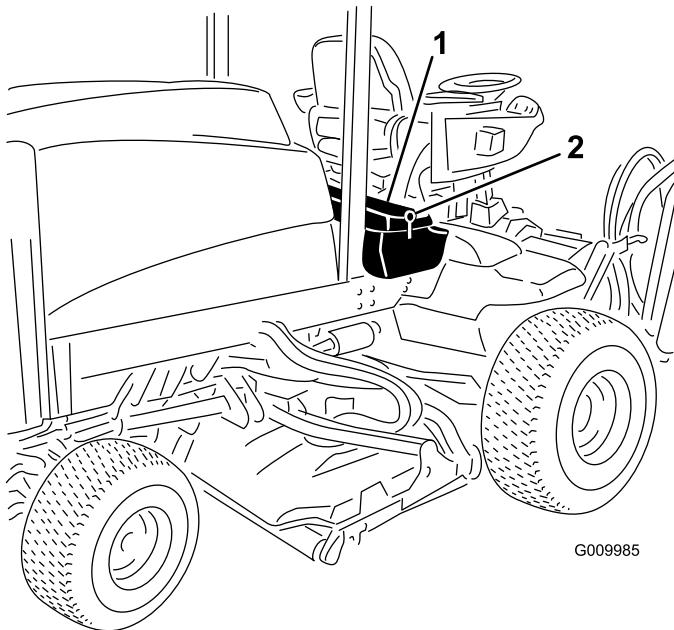

図 60
- 運転席のコンソールパネルのラッチを外して持ち上げる図 60。